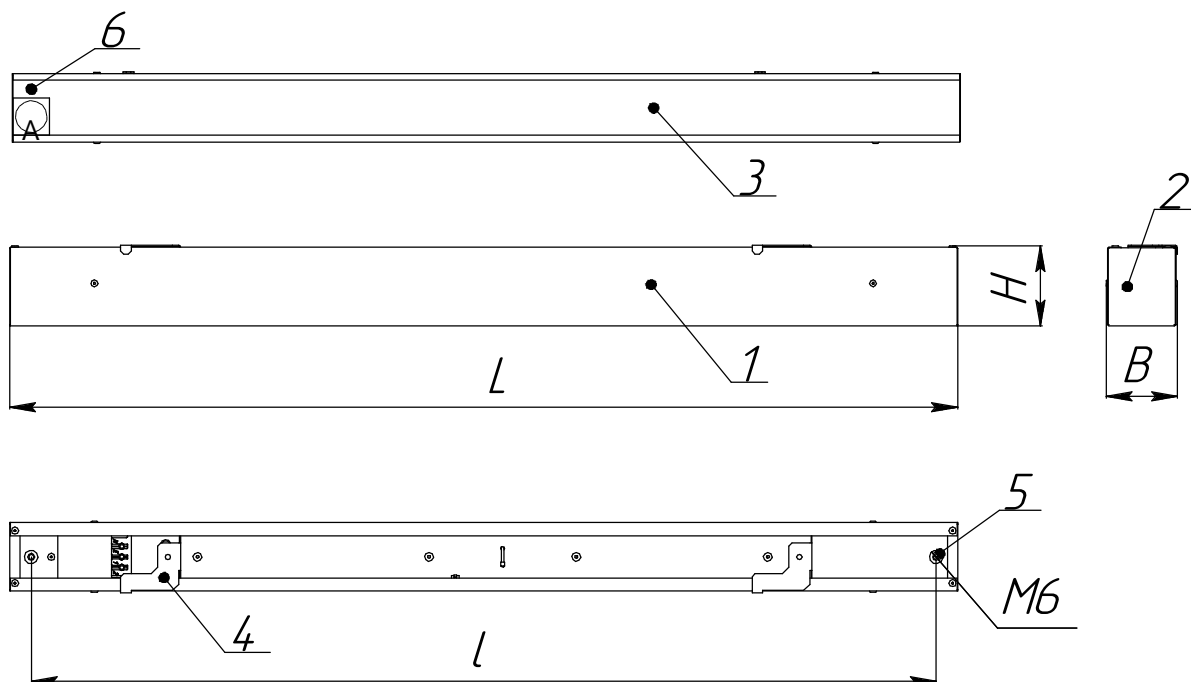

Рисунок 1 - Общий вид светильника серии ДПО07
5.7 Подайте напряжение питания по *некоммутируемой* сети освещения. Индикатор заряда должен засветиться (см. рисунок 1, поз. 6). Если индикатор заряда не
5.8 В светильниках присутствует ручное тестирование аварийного режима **"Магнитный тестовый выключатель"**: выключите светильник. Поднесите "Магнит неодимовый Е42" (заказывается отдельно) (или аналогичный магнит с силой сцепления не менее 60 кг) в плотную к области расположения индикатора (см. рисунок 1, поз. 6). Источник питания светильника переключится в аварийный режим, напряжение на светодиодные модули будет подаваться от аккумулятора. Для возврата в рабочий режим отдалите магнит.